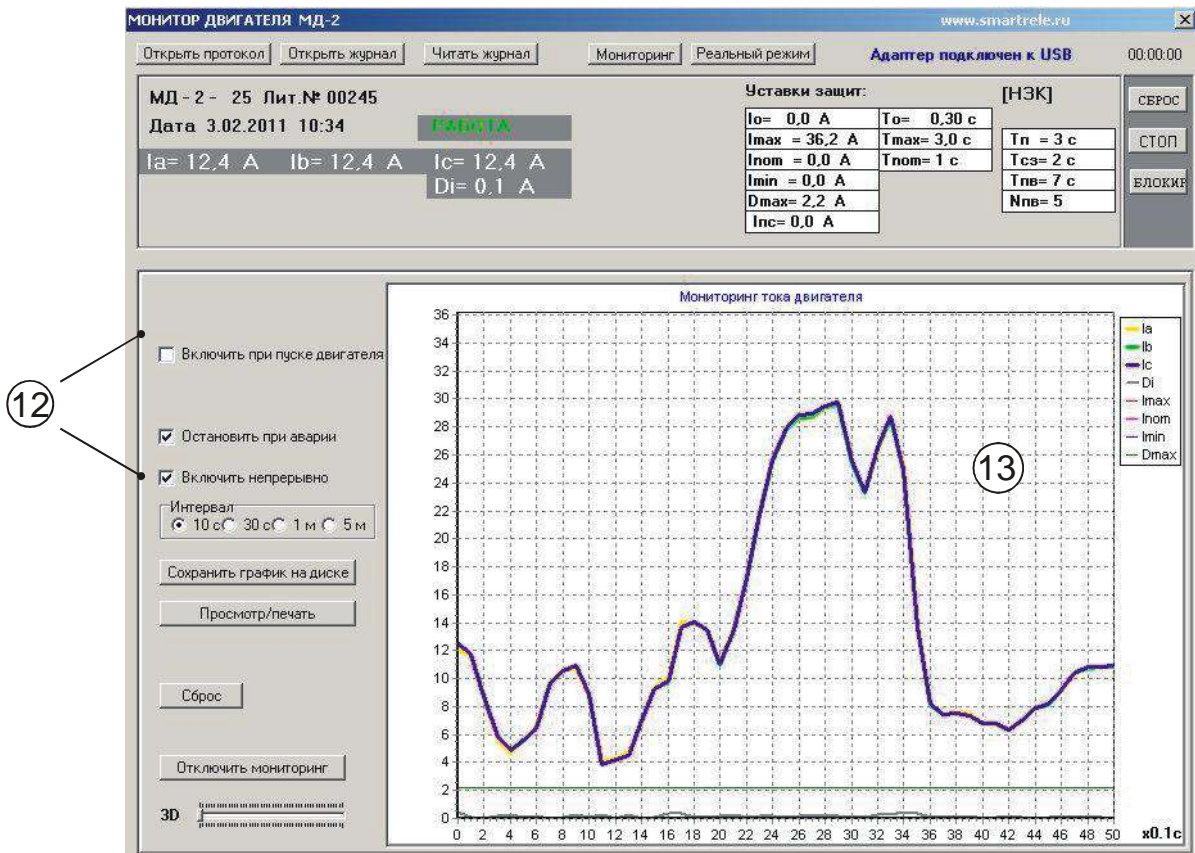

Рисунок 5 – отображение мониторинга работы двигателя, оснащенного монитором МД-2 (МД-4, МД-4М, УМЗ, ЭКТМ), в реальном времени
5.6.9 Кнопка РЕАЛЬНЫЙ РЕЖИМ переводит программу в режим реального времени, т.е. отображения текущих значений токов и уставок режимов с возможностью редактирования уставок и выполнения операции ОЧСТАТ - очистки журнала событий, СБРОС/ПУСК – пуск двигателя и сброс блокировок, БЛОКИРОВКА – блокировка запуска двигателя (снимается только нажатием кнопки СБРОС/ПУСК из управляющей программы). При включении режима МОНИТОРИНГ открывается графическое окно 13 (рис. 5) для наблюдения режима нагрузки двигателя в графическом режиме. Режим отображения графика задается с помощью группы флажков 12.